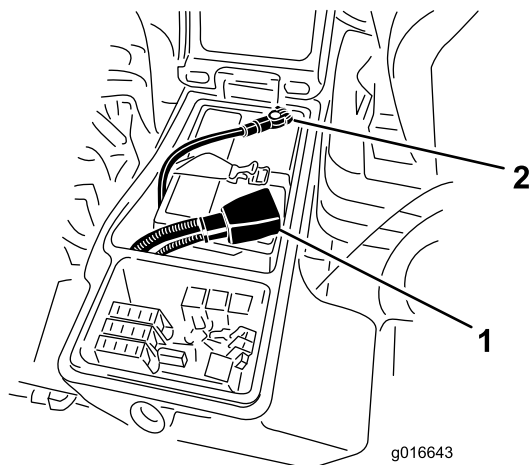

Figura 133
- Desconecte el cable negativo de la batería (Figura 133).